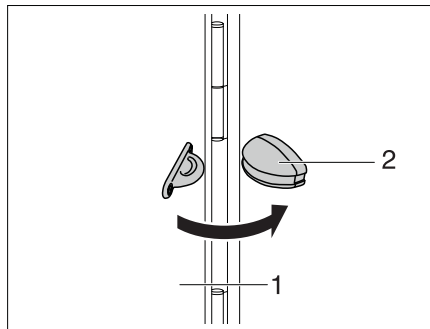

Bild 52 Feststeller Außenklappe
- Die Außenklappe (Bild 52,1) öffnen und gegen die Wand des Fahrzeugs klappen.
- Die Außenklappe in den Feststeller (Bild 52,2) drücken.
- Die Außenklappe (Bild 52,1) mit einem kräftigen Zug aus dem Feststeller (Bild 52,2) ziehen.